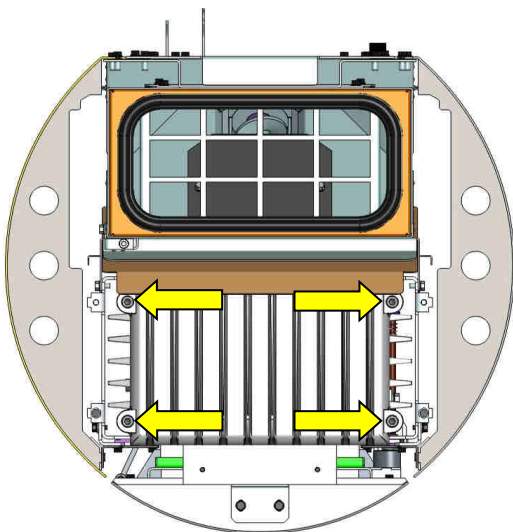

Abb. 55: Ausbau Gussdeckel soleo.nrg
2. Die vier Befestigungsschrauben des Gussdeckels herausdrehen und den Deckel nach oben entnehmen (Abb. 55).